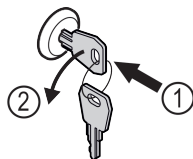

Fig. 162
- ▶ Trykk inn nøkkelen. Fig. 162 (1)
- ▶ Vri nøkkelen 90° mot klokka. Fig. 162 (2)